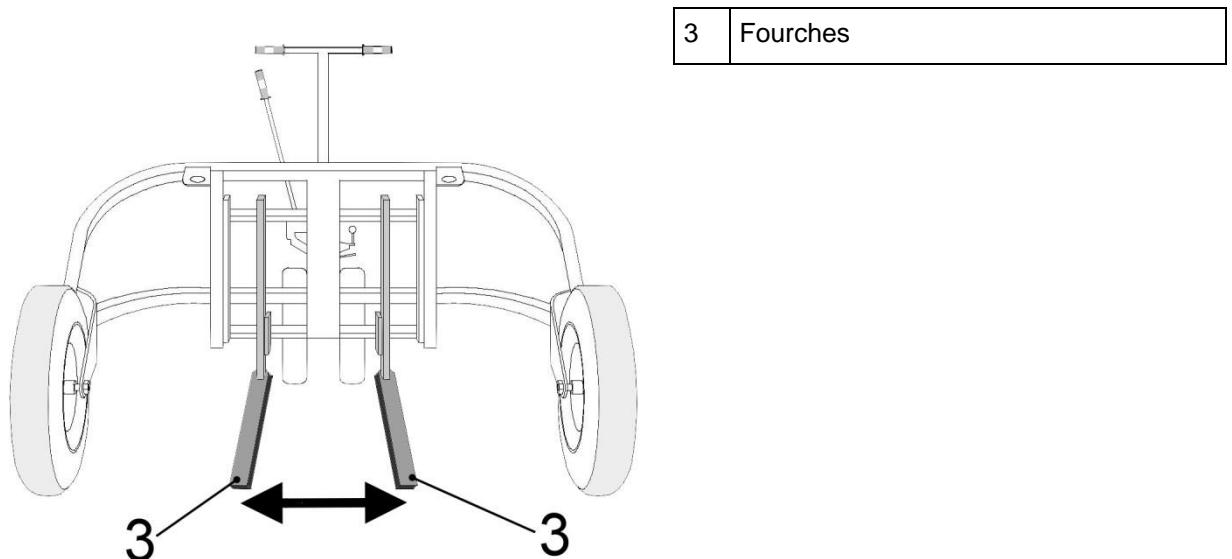

Abb. 1
- Abaïsser les longerons de fourche (3/fig. 1) du chariot de levage en tournant le **levier de commande II** dans le sens inverse des aiguilles d'une montre.